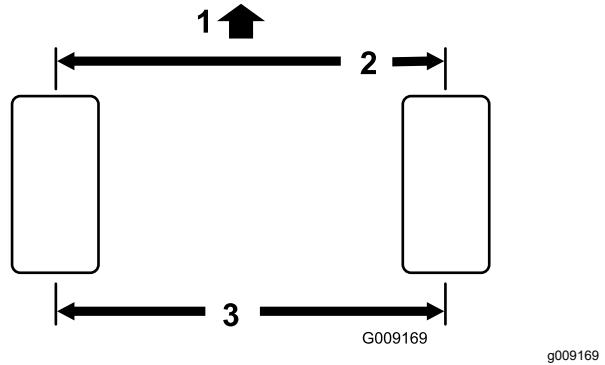

図 82
- 後輪の前と後ろで、左右のタイヤの中央線距離を測るアクスルの高さ位置で計測図 82。